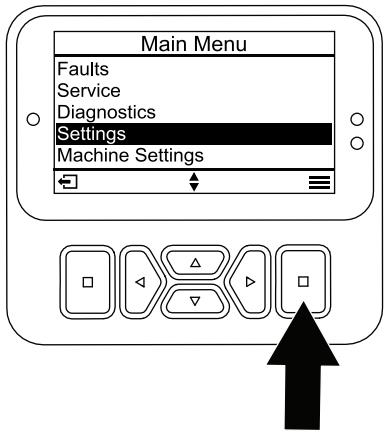

Bild 24
1. Blättern Sie vom HAUPTMENÜ zum Menü EINSTELLUNGEN und drücken Sie die Auswahltaste (Bild 24).